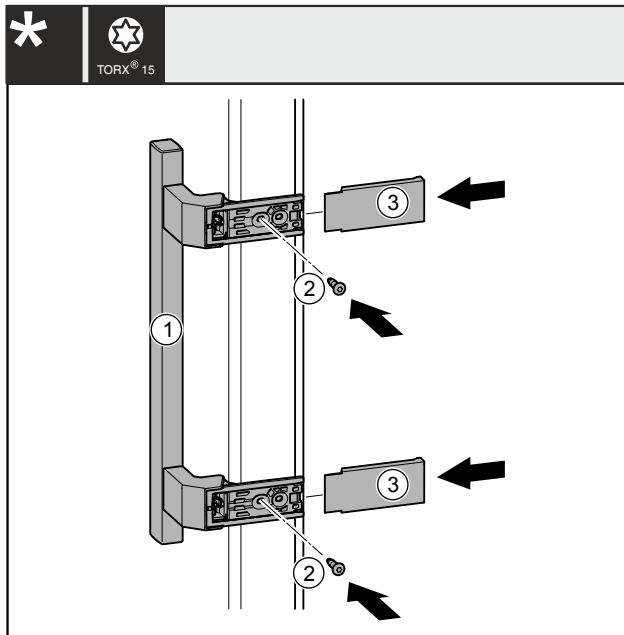

Fig. 41
- Aseta kahva Fig. 41 (1) vastapäiselle puolelle.
- Kierrä ruuvit Fig. 41 (2) kiinni ruuvimeisselillä.
- Aseta suojukset Fig. 41 (3) sivulle ja työnnä paikalleen niin, että ne lukittuvat.